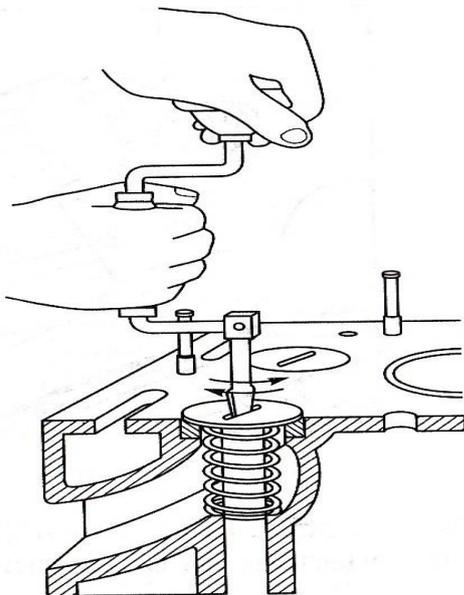

Рис.1. Выполнение притирки клапанов вручную.
- поставить пружину на выступ втулки и вставить клапан (рис. 1);